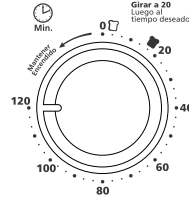

Figura 3
3. **Perilla selectora del temporizador** - ajusta el dial según el tiempo de cocción deseado (ver Figura 3).